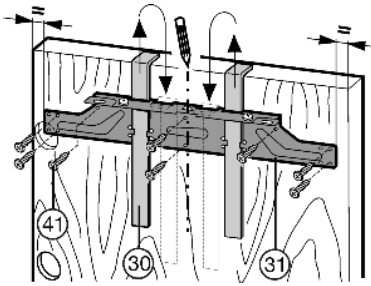

Fig. 21
- ▶ Allentare la traversa di fissaggio Fig. 21 (31) svitando i controdadi Fig. 21 (32).
- ▶ Sospendere la traversa di fissaggio Fig. 21 (31) servendosi degli attrezzi di montaggio Fig. 21 (30) sul lato interno dell'anta del mobile.
- ▶ Centrare la traversa di fissaggio Fig. 21 (31): disegnare sull'anta del mobile una lineetta al centro dell'anta e farvi coincidere la punta della freccia della traversa.
- ▶ Fissare la traversa di fissaggio Fig. 21 (31) con almeno 6 viti Fig. 21 (41).
- ▶ Fissare la traversa di fissaggio Fig. 21 (31) con 4 viti Fig. 21 (41) sul bordo.
- ▶ Estrarre gli attrezzi di montaggio Fig. 21 (30) verso l'alto e inserirli capovolti nelle aperture adiacenti.